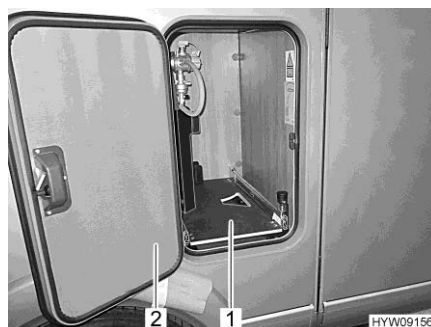

Fig. 78 Base estraibile del vano portabombole
- Aprire lo sportello (Fig. 78,2) del vano portabombole.
- Estrarre la base estraibile del vano portabombole (Fig. 78,1), fino a innestare nuovamente il pomello. La base estraibile del vano portabombole è ora bloccata in questa posizione.